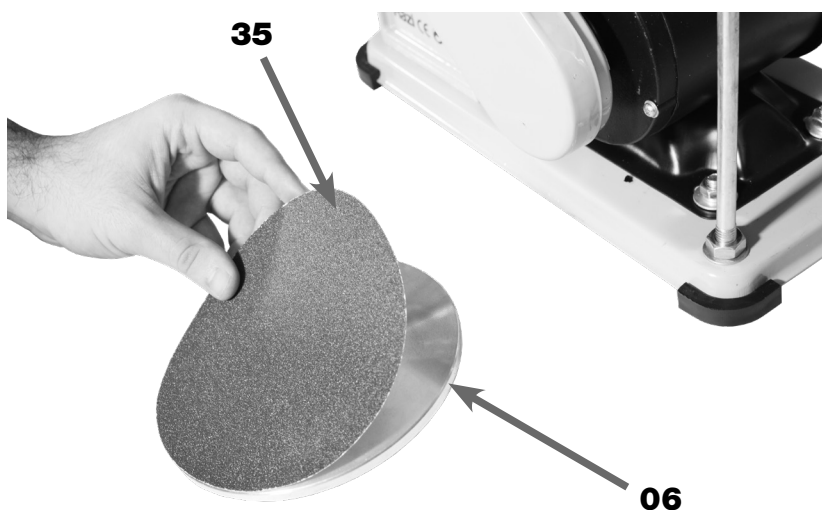

Figura 16A - Verso da Lixa de Disco na superfície do Disco da Lixa
5. REMOVER o liner do verso da Lixa de Disco (35);
6. ADERIR o verso da Lixa de Disco (35) na superfície do Disco da Lixa (06), de acordo com a figura 16A;